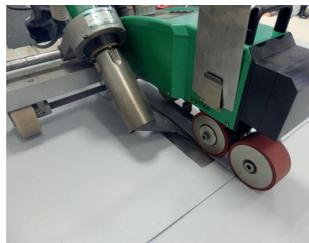

Рисунок 5.16. Очистка края полотна полимерной мембраны от флиса для сварки с соседним рулоном внахлест
**5.5.22.** В случае сварки торцевых стыков полотен полимерной мембраны внахлест, при наличии на них флисовой подложки, необходимо произвести очистку краев мембраны на величину формируемого нахлеста (не менее 60 мм). Для очистки краёв полимерной мембраны с флисовой подложкой рекомендуется использовать шлифовальную машину и зачистной диск (рис. 5.16).